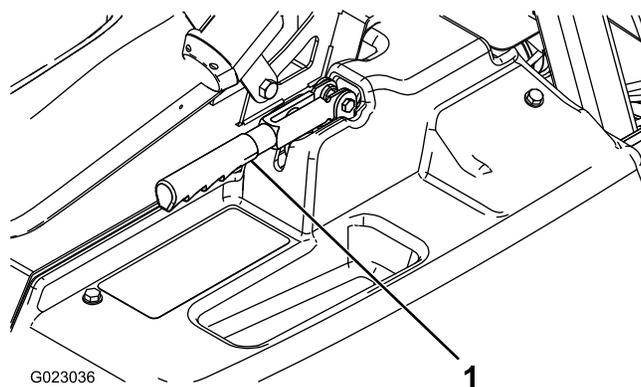

Рисунок 51
2. Ослабьте установочный винт, который крепит ручку к рычагу стояночного тормоза (Рисунок 51).